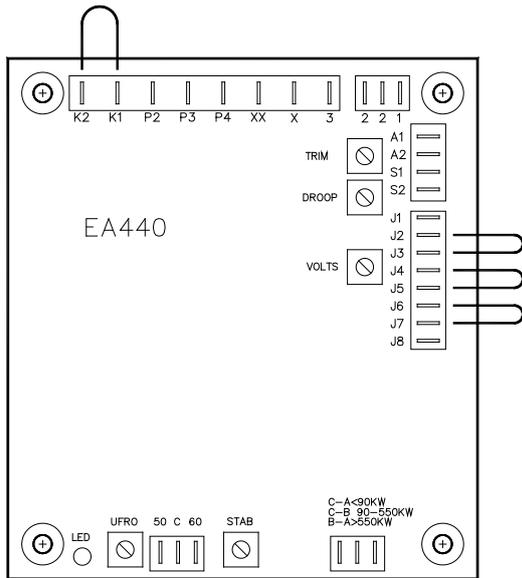

図2 汎用ジャンパー配線
- 2.9 J1-J8：ジャンパー設定箇所2-3、4-5、6-7（図2を参照）。
配線ミス	図 2 を参照
端子 3 と 2 に信号が入力されていない	図 2 に従って配線を確認